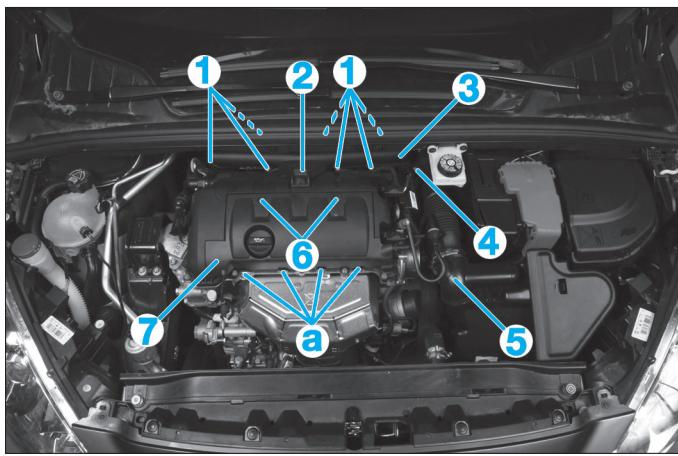

Fig. 4
- les vis (1) (Fig.4),
- la vis (2),
- le couvercle de filtre à air (3),
- la vis (4),
- le raccord d'entrée d'air (5),
- les vis (6).
- Dégrafer le carénage supérieur (7) en (a) puis le déposer.